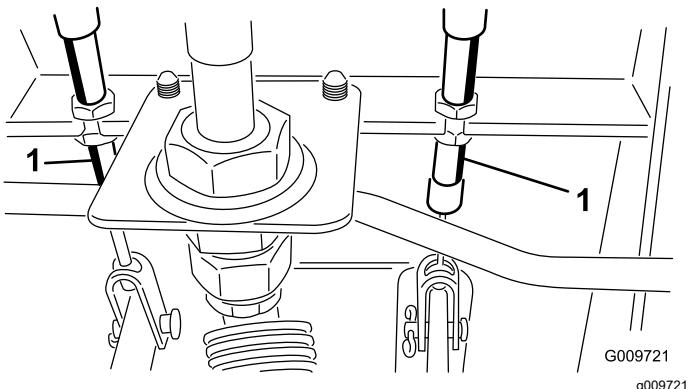

Figure 95
- A. Desserrez l'écrou avant sur l'extrémité filetée du câble de frein (Figure 95).